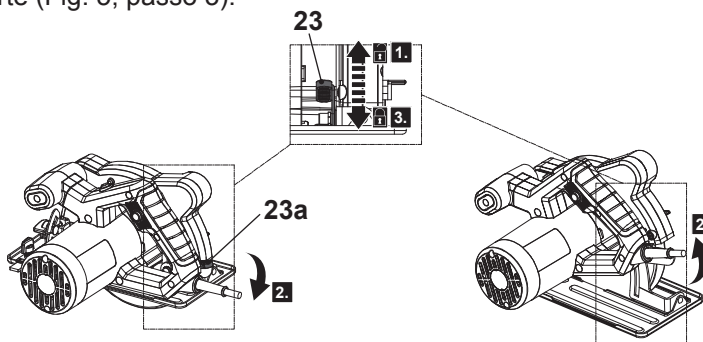

Fig. 5
2. Soltar a alavanca de fixação da profundidade (23) (Fig. 5, passo 1).
3. Deslocar a caixa para cima ou para baixo até à profundidade desejada (Fig. 5, passo 2). Utilizar a escala de profundidade (23a) como orientação.
4. Apertar a alavanca de fixação da profundidade (23) para fixar a profundidade de corte (Fig. 5, passo 3).